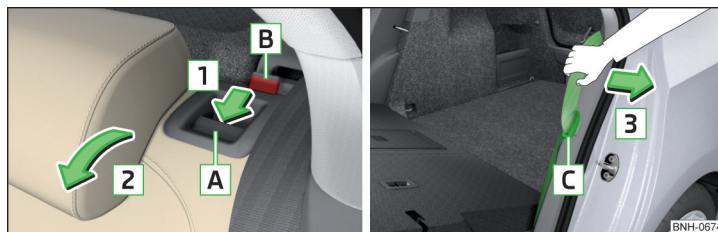

Fig. 68 **Abatir el respaldo / Posición de reserva del cinturón de seguridad**
- Introduzca la lengüeta de cierre del cinturón de seguridad **C** en el orificio situado en el revestimiento lateral del vehículo. Posición de reserva » fig. 68.
- Tirar el cinturón externo de seguridad **C** hacia el revestimiento lateral en el sentido de la flecha **3** » fig. 68.